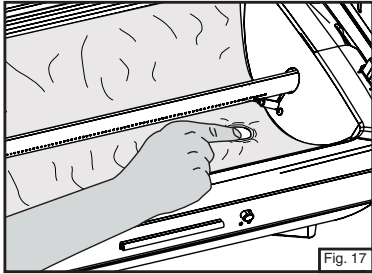

Fig. 17
- Si desea puede usar papel de aluminio para facilitar la limpieza. (Fig. 17)